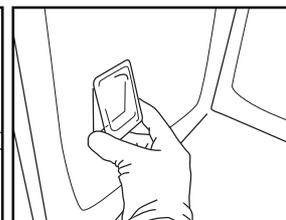

Fig. 9
5. Replacez le couvercle de la lampe en poussant fermement jusqu'à ce qu'il soit bien en place (Fig. 9).